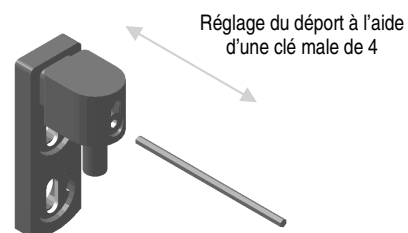

FIG 3
4. Enlever le calage. Répartir si nécessaire, le jeu de part et d'autre du portillon, à l'aide des gonds (en procédant comme indiqué fig.3) ; tout en prenant soin de le mettre de niveau et de laisser au moins 15 mm du côté de la serrure.